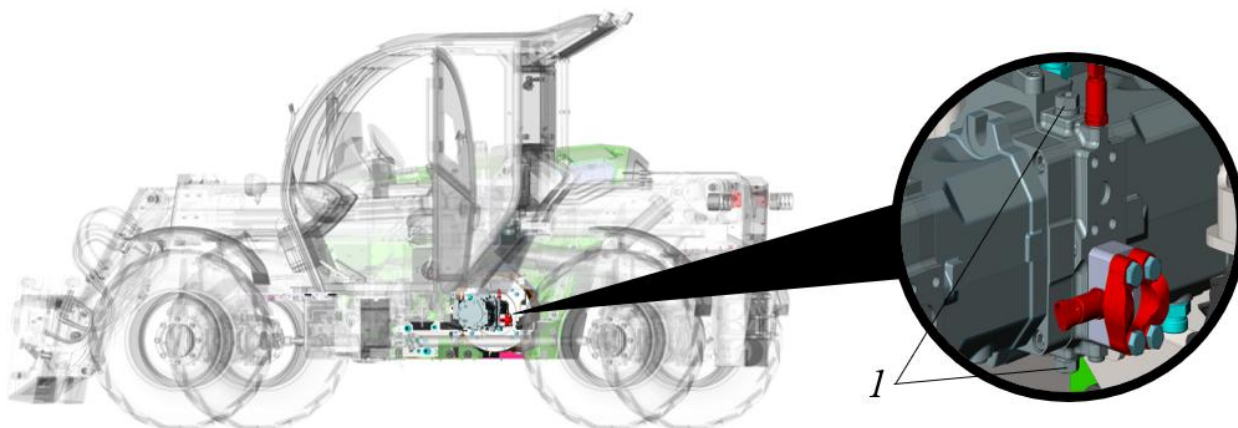

Рисунок 3.121. Байпасный клапан свободного хода
- ▶ Регулировочные винты 1 (рис. 3.121) прокрутить против часовой стрелки на 3 оборота.
- ▶ Заблокировать свободное вращение привода ходовой части, вкрутив регулировочный винт байпасного клапана 1 (рис. 3.121). Проконтролировать момент затяжки винтов 240 Н·м.